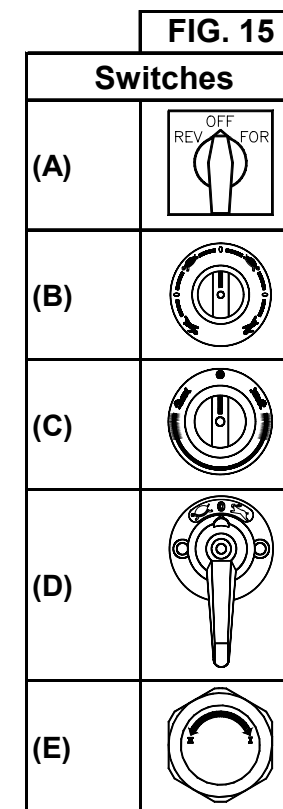

FIG. 16-1
C) A gear arrangement and feed rate chart is attached to the **INSIDE** of **GEARBOX-COVER**. (Ref. **FIG. 16-1, 16-2 & 16-3**.)
C) EEN AANPASSING VAN DE **VERSNELLING** en een tekening met de aanvoersnelheid vastgemaakt aan **DE BUITENKANT** van de **VERSNELLINGSBAK** (Ref. **FIG. 16-1, 16-2 & 16-3**.)
C) Un tableau sur les positions d'engrenage et les vitesses d'entraînement est disponible dans le couvercle de la boîte d'engrenage. (Ref. **FIG. 16-1, 16-2 & 16-3**.)
B) Setting the available feed rate is a combination of MOTOR SPEEDS (FIG. 15) & GEAR SETTINGS. (Ref. FIG. 16-1, 16-2, 16-3.)
- Model 32: (A) + GEAR SETTINGS.
- Model 308/408 (3 Phase): (B) + GEAR SETTINGS.
- Model 308/408 (1 Phase): (C) + GEAR SETTINGS.
- Model 34/44/04/54/C3: (B) + GEAR SETTINGS. FIG. 16-1.
B) Installeren van de beschikbare snelheid is een combinatie van de SNELHEDEN van de MOTOR (FIG. 15) & DE VERSNELLINGEN (Ref. FIG. 16-1, 16-2, 16-3.)
- Model 32: (A) + AANPASSING VAN DE VERSNELLING.
- Model 308/408 (3 Phase): (B) + AANPASSING VAN DE VERSNELLING.
- Model 308/408 (1 Phase): (C) + AANPASSING VAN DE VERSNELLING.
- Model 34/44/04/54/C3: (B) + AANPASSING VAN DE VERSNELLING. FIG. 16-1.
- Modèle 32: (A) + POSITION D'ENGRENAGE.
- Modèle 308/408 (3 Phase): (B) + POSITION D'ENGRENAGE.
- Modèle 308/408 (1 Phase): (C) + POSITION D'ENGRENAGE.
- Modèle 34/44/04/54/C3: (B) + POSITION D'ENGRENAGE. FIG. 16-1.